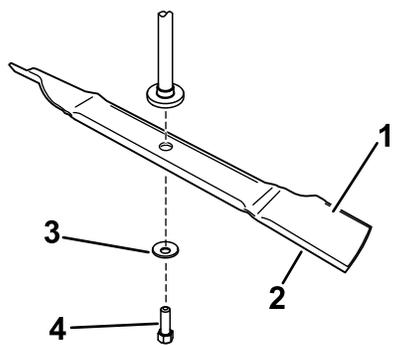

Figure 7
1. Placez la lame sur l'axe (Figure 7).
2. Posez la rondelle bombée (face concave vers la lame) et le boulon de lame (Figure 7).